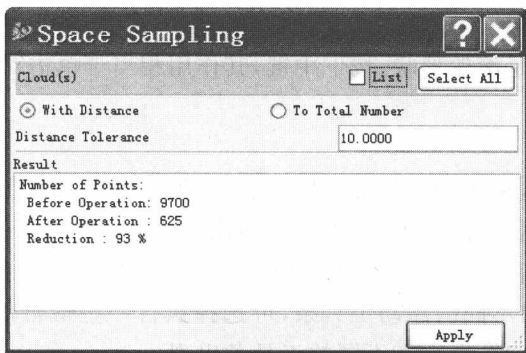

图 1.14
(3) : 减少点云(Space Sampling)。当点云太密时, 采用此命令使点云均匀地稀疏。方法有两种, 一种是给出两点间距(Distance Tolerance), 此操作删除距离之内的点, 如图 1.14 所示; 一种是给出剩余点云的总数(To Total Number)。